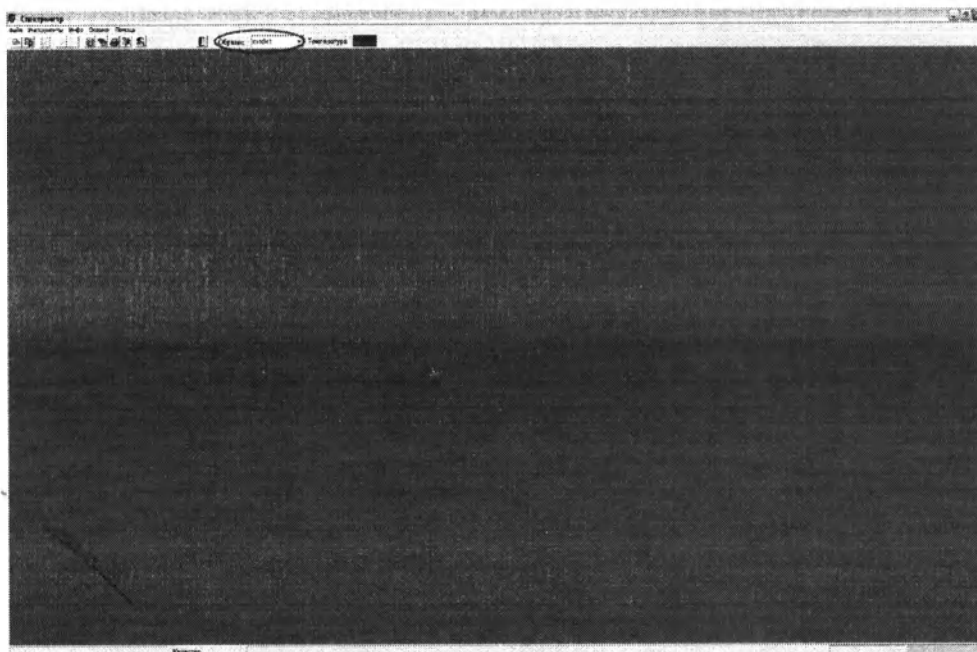

Рис. 7 Поле «Образец» в главном окне программы.
- 7.12 Проконтролировать поле «Образец» (Рис. 7). При правильно установленных драйверах платы DSP в поле не должна присутствовать надпись «model». Наличие такой надписи означает, что программа не взаимодействует с драйвером платы DSP. Чаще всего, такое случается, если установленная плата DSP не выбрана. В этом случае выполните п. 7.11 настоящего руководства. Если проблема устранена, поле будет либо пустым, либо в нем появится название одного из образцов биологических жидкостей. В противном случае